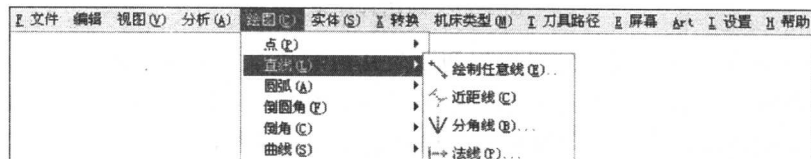

图 1-13 菜单栏
(2) 菜单栏 包含 Mastercam 的主要功能指令，采用下拉式菜单对功能进行分类，如文件、编辑、视图、分析、绘图、实体、转换、机床类型、刀具路径、屏幕、Art、设置、帮助。一些功能指令的旁边带有图标，便于用户使用和记忆，如图 1-13 所示。